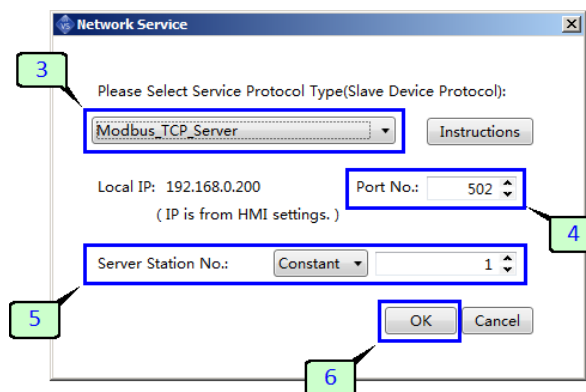

Рисунок 98 - Добавление сервиса
2. В отличие от последовательных портов, сервисы для порта Ethernet автоматически не создаются, и в случае, если панель используется в качестве ведомого устройства с доступом через порт Ethernet, необходимо добавить новый сервис вручную, вызвав диалог нажатием кнопки "Добавить" (рисунок 98).